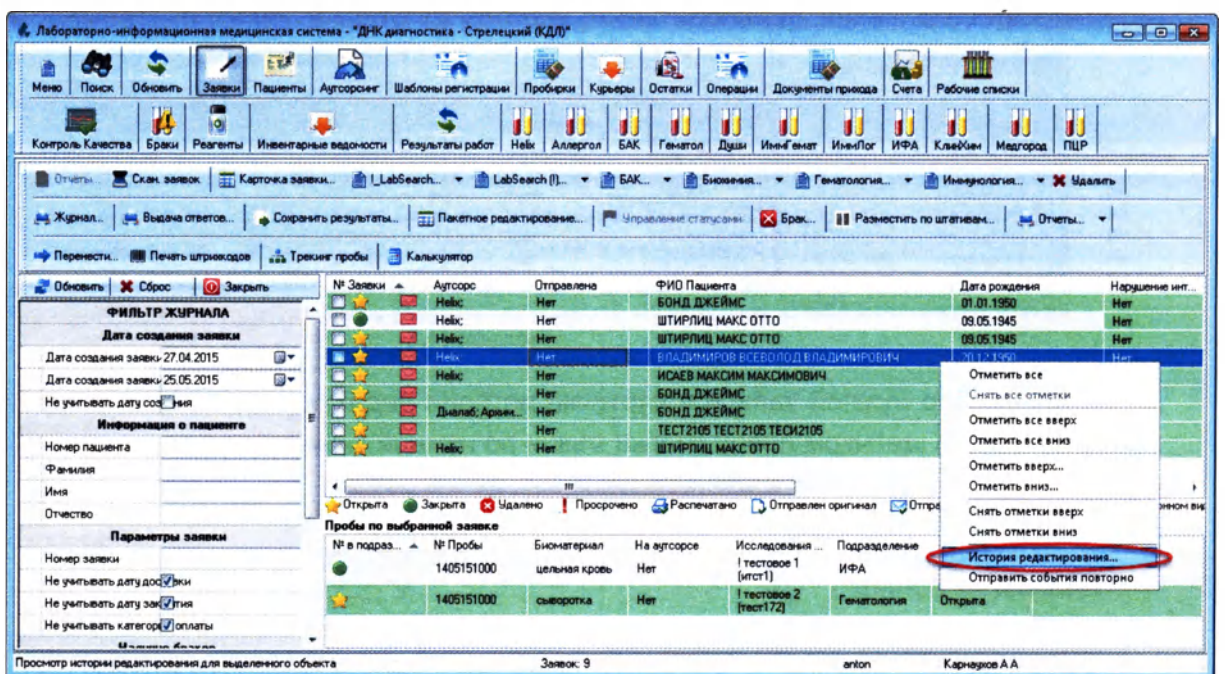

Рисунок 14.11
3. Щелкните по выбранной заявке правой кнопкой мыши и в выпавшем списке выберите пункт **«История редактирования»** (Рисунок 14.11):